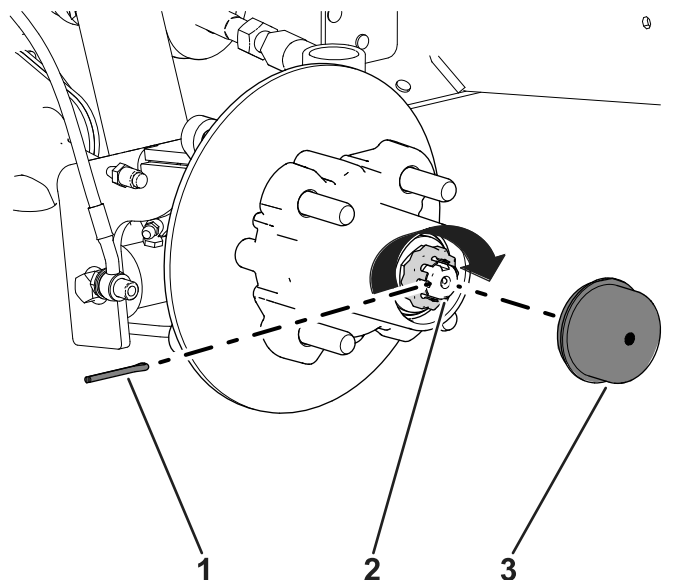

図 40
- ナットの上からリテーナを取り付け、リテーナのスロットとスピンドルのスロットが整列しているかどうか確かめる 図 40。
- コッターピンを取り付け、ピンの足をリテーナに巻き付けるように曲げる 図 40。
- ハブにダストキャップを取り付ける 図 40。